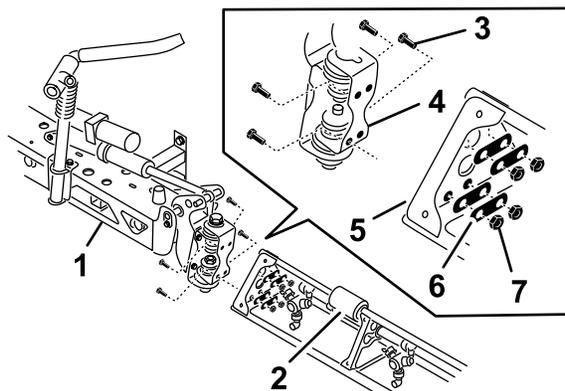

Рисунок 40
2. Поверните каждый кронштейн поворота в конце средней секции стрелы так, чтобы кронштейны были выровнены вертикально (Рисунок 40).
4. Установите пластину шарнира на треугольную пластину с помощью 4 болтов с фланцевыми головками, 4 опорных пластин и 4 фланцевых контргаек (Рисунок 40), снятых при выполнении пункта 1.
6. Совместите конец штока гидроцилиндра подъема стрелы с отверстиями в выступе кронштейна шарнира (Рисунок 40).
7. Прикрепите конец штока к кронштейну шарнира с помощью штифта и шплинта (Рисунок 40).